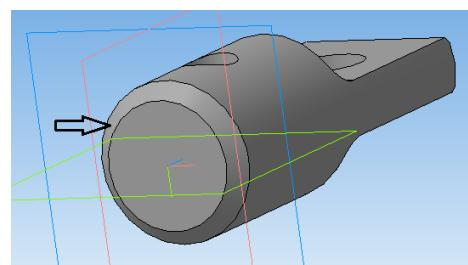

Рисунок 52.
26. Выполните фаску длиной **3мм** и углом **450** (рисунок 52).